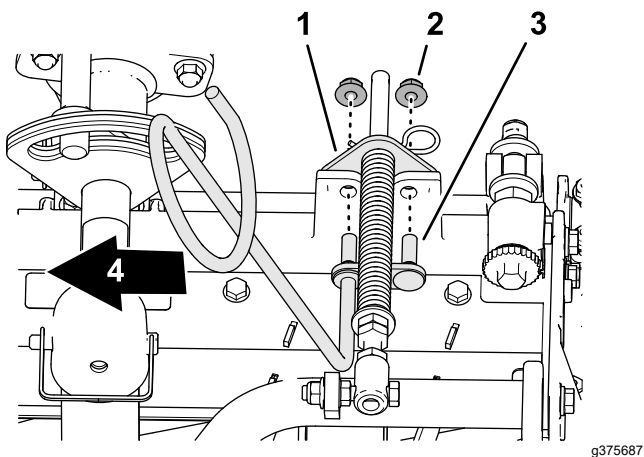

Bild 10
- Richten Sie die Bolzen der linken Schlauchführung mit den Löchern im Rahmen des Mähwerks und der Halterung der Rasenkompensierung aus (**Bild 10**).